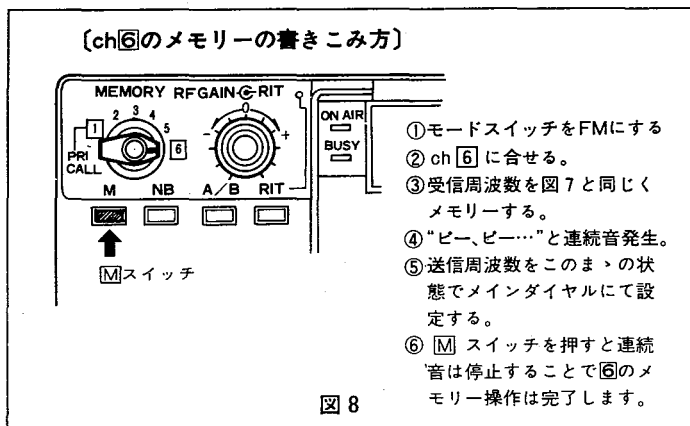

図 8
また、⑥メモリーチャンネルは、FMモードにて送信、受信で異なるメモリーが可能です。受信メモリーのしかたは①～5チャンネルのときと同じですが、Mスイッチを押しますと“ピーピー……”と連続音が発生します。この状態で再度送信周波数をメインダイヤルにて設定し、もう一度Mスイッチを押せば、送受信異なる周波数がメモリーできます。SSB/CWモードでは通常メモリー動作に自動的になります。(図8参照)